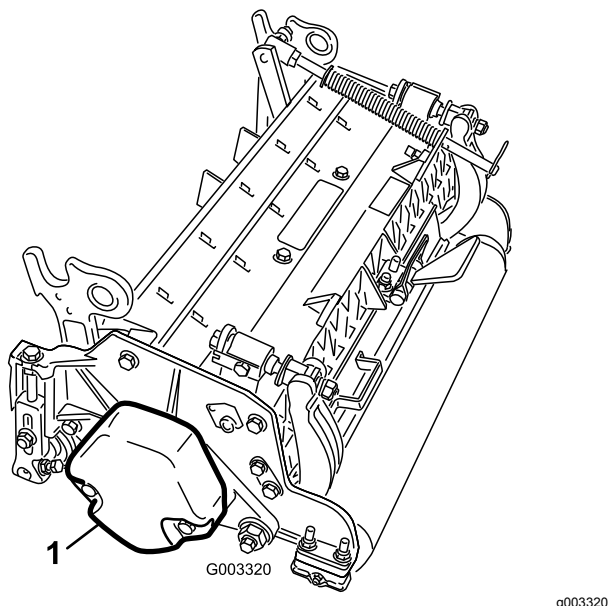

Figura 9
5. Asegúrese de que el contrapeso (**Figura 9**) está *instalado en el extremo correcto de la unidad de corte, según lo indicado en el Manual del operador de la unidad de corte.*